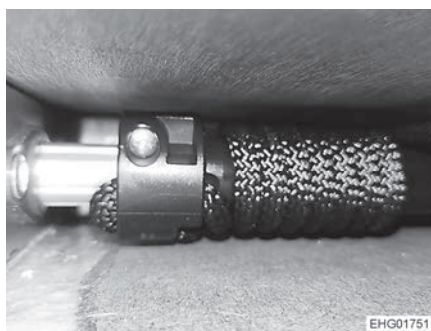

Fig. 114 Avvolgimento del cavo
- Rimuovere il materasso e verificare se l'avvolgimento della corda sotto la piastra di copertura bianca appare come mostrato nella figura (Fig. 114). Se necessario, utilizzare una torcia elettrica. Non è necessario rimuovere la copertura.
- Controllare sia dal lato sinistro che dal lato destro che l'avvolgimento appaia come nella foto (Fig. 114) e che il letto si sia sollevato in modo uniforme.